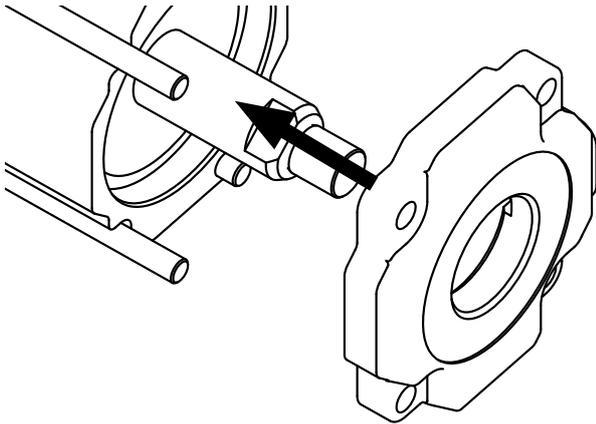

Fig.2-6 Installez le cache d'extrémité neuf sur l'actionneur.
- Vérifiez que le joint torique est monté dans la rainure du joint torique sur le cache d'extrémité. Installez le cache d'extrémité neuf (qui est préparé pour la fonction de verrouillage) sur l'actionneur (→ Fig. 2-6).